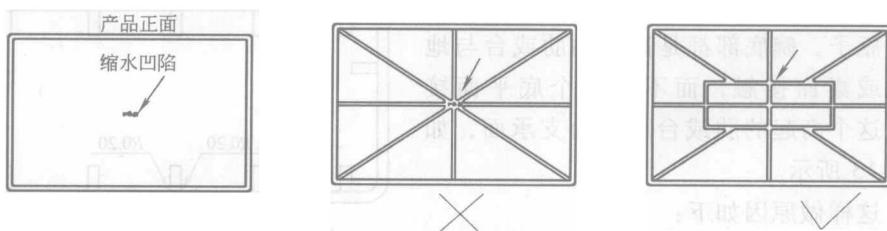

图 1-8 加强肋集中处胶位太厚会缩水凹陷
1) 减少局部集中，集中处胶位太厚处会缩水凹陷，如图 1-8 所示。